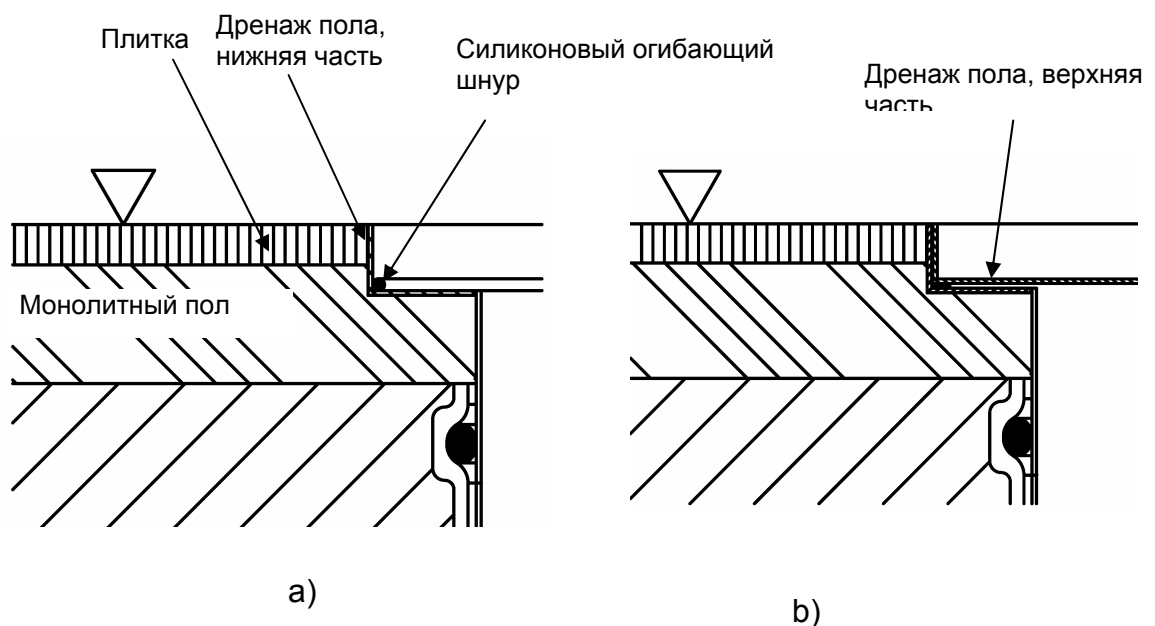

Рис. 8
- Установка верхней части дренажа пола (рис. 8)
- При прокладывании кабеля из резервуара с использованием соединительного патрубка Ø50 штеккер отрезается (рис. 8), кабель протягивается с помощью проволоки через подготовленный заказчиком кабельный трубопровод к коммутационному аппарату/розетке и выполняется присоединение к электросети. Переход должен быть герметичен, чтобы исключить распространение запаха.